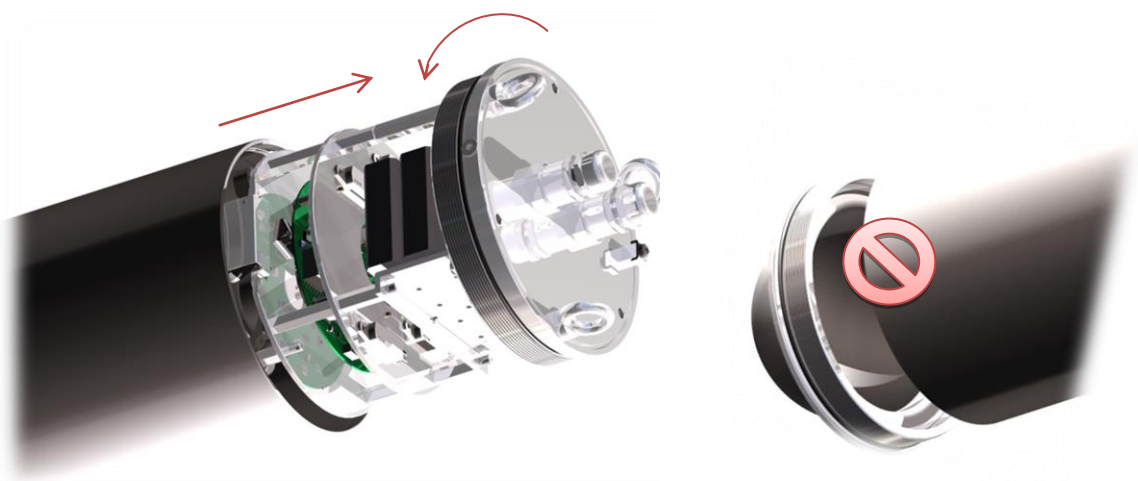

Fig. 10-9 Ouverture de la collerette du couvercle, type T08-TNXCD
- Vissez dans le sens inverse des aiguilles d'une montre la collerette du couvercle avec le filetage fin (M188x1,5) (profil métrique dextrogyre selon ISO). Pour cela on recommande de munir les forages filetés extérieurs M8x1,25 de boulons, d'œilletons etc. pour faciliter la rotation (cf Fig.10-9). Attention! Probablement, il faudra tourner les bouts libres du fil avec ceux-ci !